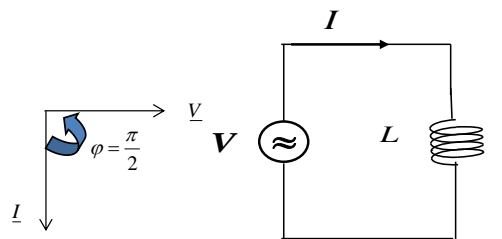

Figure 3 Représentation de Fresnel de V
**Exercice 4.2 :** Donnez l'expression complexe de la tension  $\underline{V}$  et sa représentation vectorielle du dipôle (Figure 3) ci-dessous.